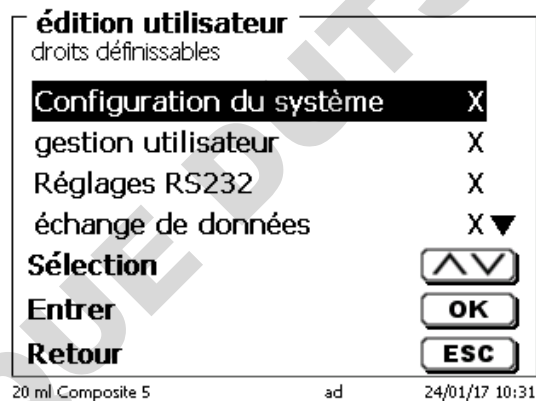
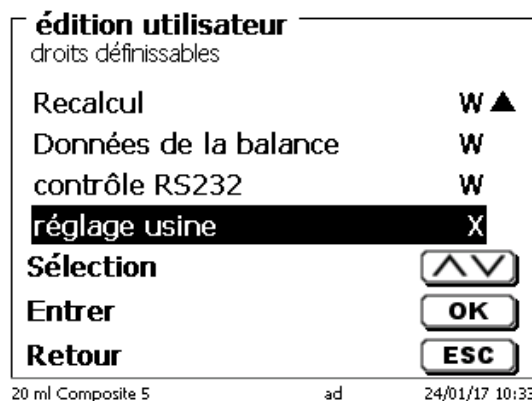

Fig. 164
Fig. 169
**X** signifie **pas d'accès**, **W** signifie **accès**. Vous pouvez changer de **X** à **W** grâce à <ENTER>/<OK>. Vous trouverez ci-dessous tous les droits possibles définissables (Fig. 164 - Fig. 169).